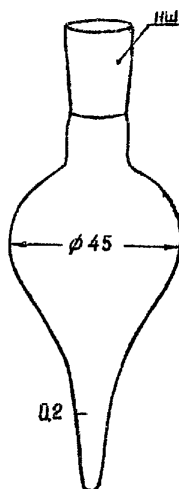

Рис. 1. Калибровочная пробирка
6. Колбы для упаривания (рис. 1)